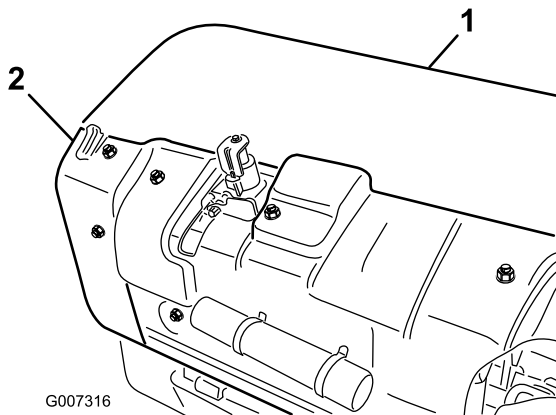

Figura 29
- A. Retire la cubierta trasera del cabezal de perforación (Figura 29).
- B. Retire los pernos de montaje del protector de la polea y retire el protector (Figura 29).